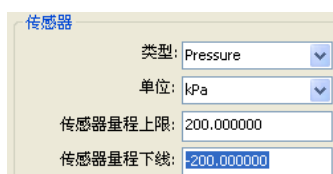

图 5.60 传感器量程下限选择
1. 选择“详细设计”->“传感器”->“传感器量程下限”对应的下拉框中，如图 5.60 所示：